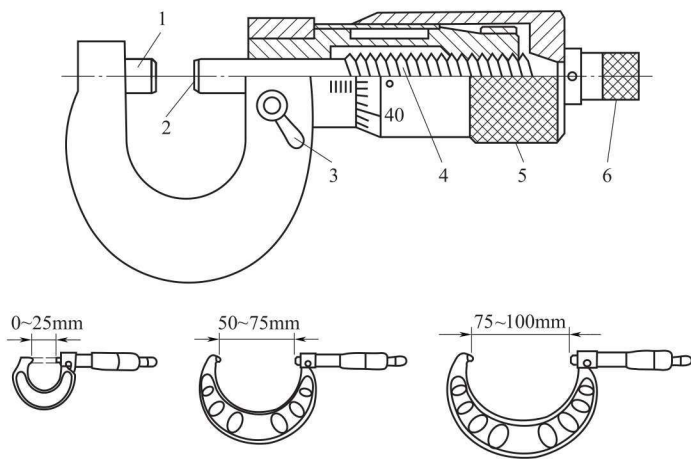

图 1-11 外径千分尺
(1) 测量圆形物体的外径。
(2) 测量各种汽车零部件的长度和宽度，其结构如图 1-11 所示。